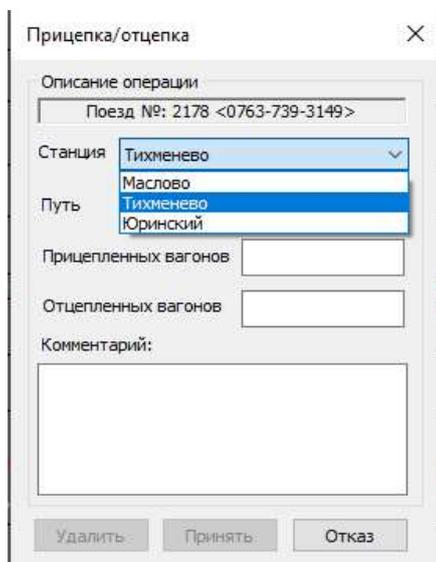

Рис.207. Окно «Прицепка/отцепка».
2. Выбрать пункт меню «Задержка поезда на станции». В появившемся окне «Прицепка/отцепка» выбрать станцию, на которой произошла операция (см. рис. 207).